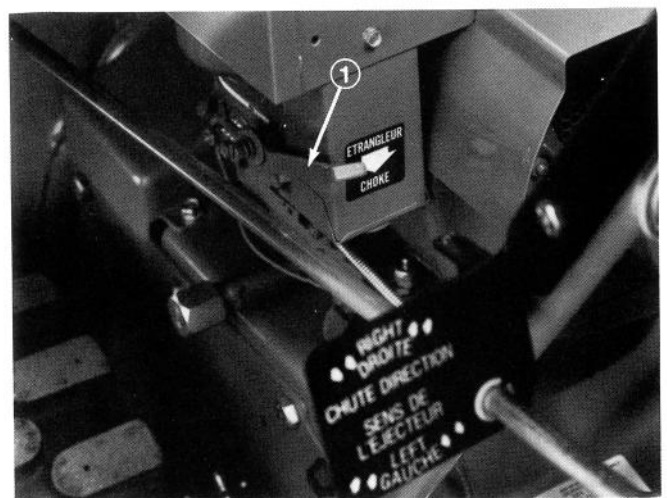

Fig. 21
Choker (Fig. 21). Chokeren er på venstre side af motoren. Når en kold motor startes skubbes chokeren helt ned. Træk chokeren op lidt af gangen mens motoren varmer op.
4. Pres chokeren helt i bund (Fig. 21).